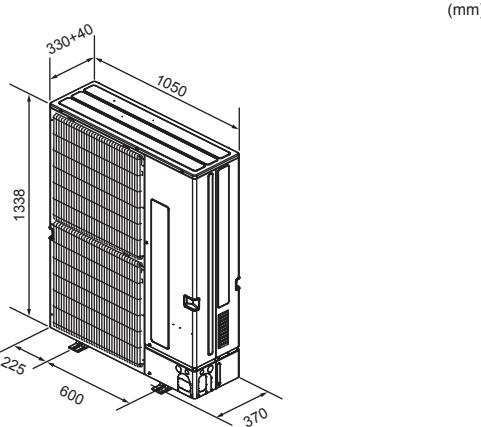

Fig. 2-1
2.3. Wymiary gabarytowe (jednostki zewnętrznej) (Fig. 2-1)